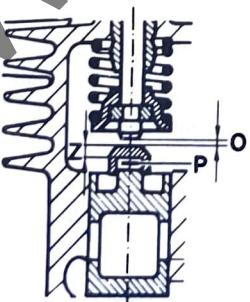

Bild 5
Ventilspiel (O, Bild 5) mit einer Fühllehre zwischen Ventilschaft und Stößelkopf messen. Der Stössel muss auf unterem Totpunkt stehen ; d.h. das Ventil muss geschlossen sein. Die Stößelköpfe gibt es in verschiedenen Bodendicken (Z), in Abstufungen von 0,20 mm. Bei Bestellung gewünschte Bodendicke (Z, Bild 5) angeben. Ferner gibt es noch Ausgleichscheiben (P) 0,1 mm dick. Durch Auswechseln der Stößelköpfe und Beilegen einer evtl. erforderlichen Ausgleichscheibe (P) wird das Ventilspiel eingestellt.